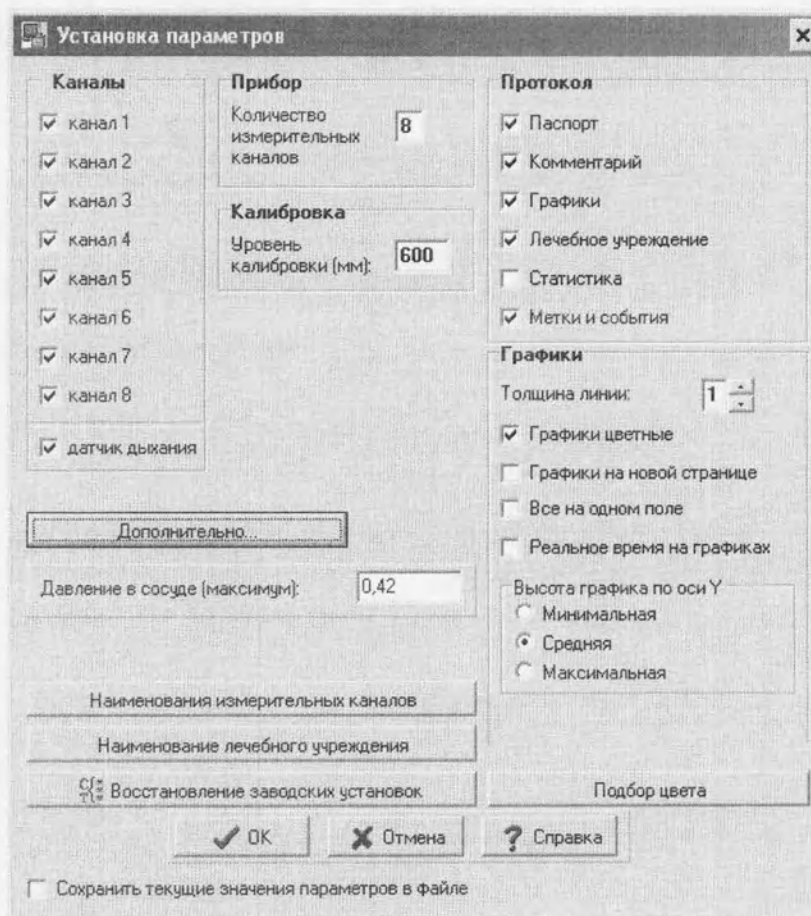

Рисунок 6 – Окно установки параметров
3.1.13. Войти в пункт меню **Параметры**. В окне **«Установка параметров»** (рисунок 6) следует установить: